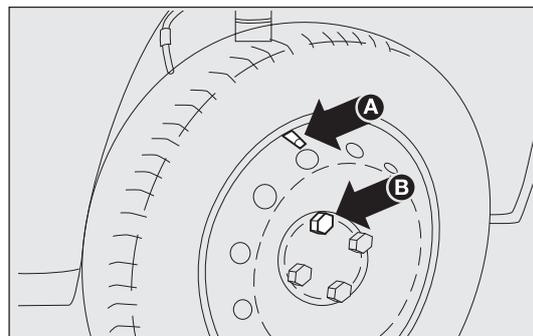

fig. 138
- ❑ monte la rueda normal introduciendo el primer tornillo B-fig. 138 con 2 vueltas en el orificio más cercano a la válvula de inflado A;